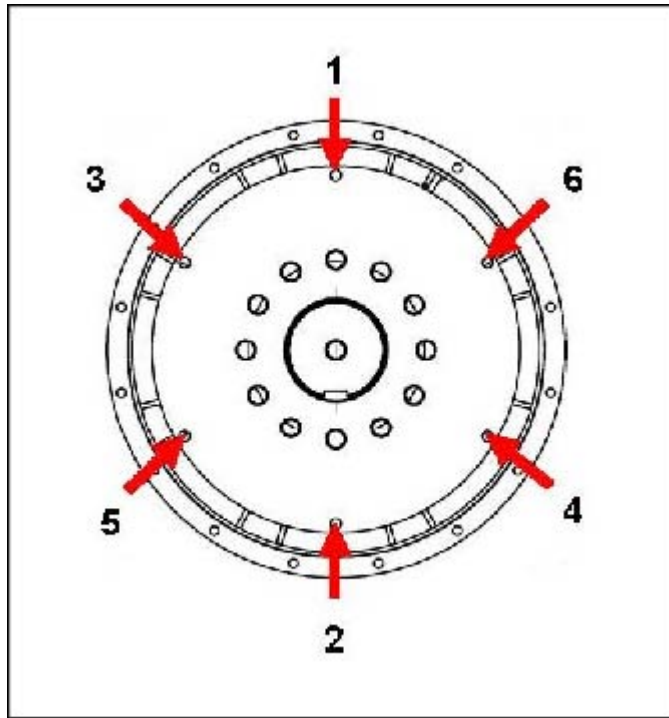

图 23. 飞轮固定顺序
- 按照所示顺序拧紧螺栓以将耦合盘固定到飞轮上 图 23 在第 xx 页 38